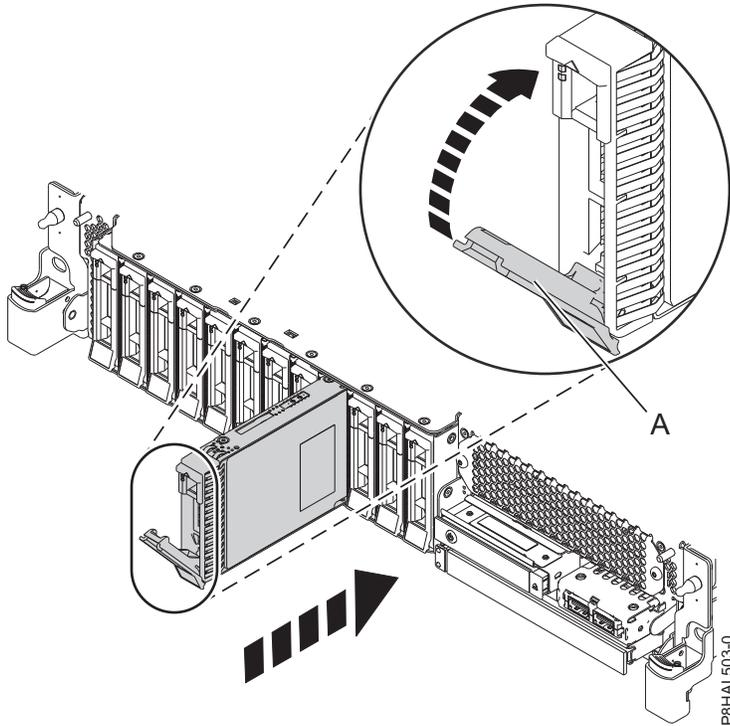
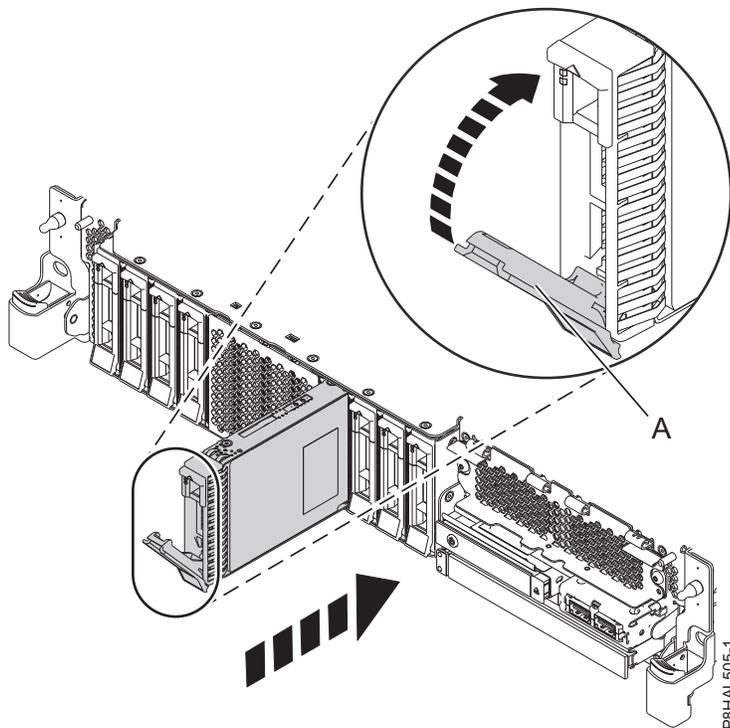

Figura 78. Sustitución de una unidad de disco en un sistema de función base
Figura 79. Sustitución de una unidad de disco en un sistema de función ampliada
4. Desbloquee el asa de la bahía de unidad (**A**) ejerciendo presión y tirando de ella hacia usted. Si el asa no está extendida del todo, la unidad no entra en el sistema. Consulte la Figura 78 en la página 84 y la Figura 79 en la página 84.
9. Cuando el LED de identificación se encienda de manera fija, deslice la unidad hasta el fondo del sistema y empuje hacia dentro el asa de la unidad (**A**) hasta que quede encajada, como se muestra en la Figura 78 en la página 84 y la Figura 79 en la página 84.